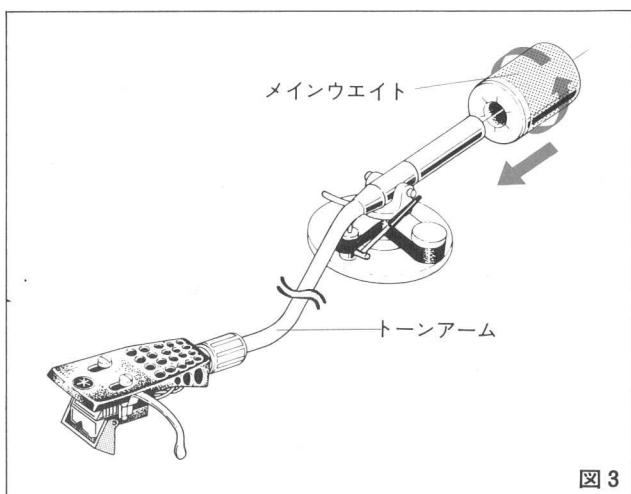

図3
- ① 梱包されているメインウェイトを図3のようにトーンアーム尾部に矢印の方向に回しながら押し込みます。
- ② メインウェイト内部に刻まれた螺旋溝とアーム尾部のストップバーがかみ合い、メインウェイトは、アームを正面からみて反時計方向(左)に回すとトーンアーム基部の(前)に、時計方向(右)に回すと尾部の方(後)にスムーズに移動するようになります。